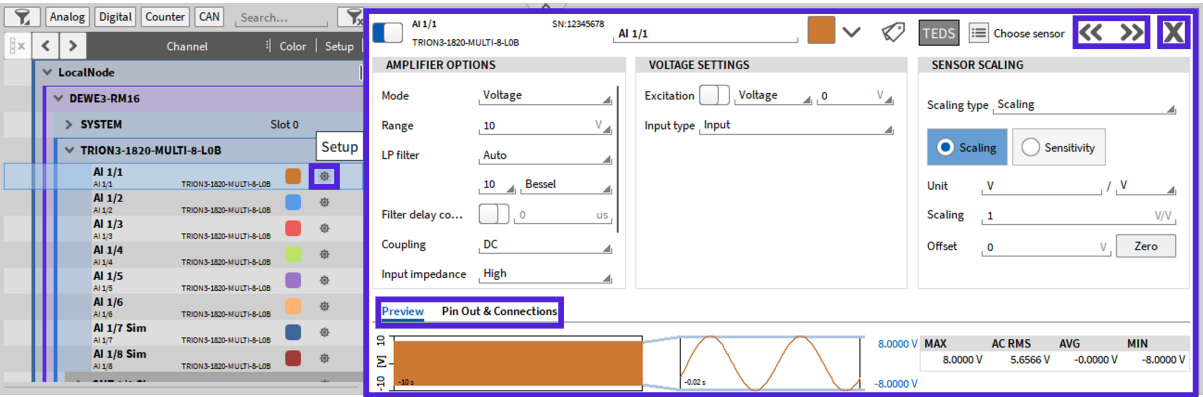

Fig. 7.48: TRION3-1820-MULTI 通道设置
除采样率和位分辨率外，所有通道设置均可在各自的“通道设置”窗口中进行修改（参见 Fig. 7.48）。该窗口可通过 Fig. 7.2 或 Table 7.1 中的按钮 ⑩ 打开。